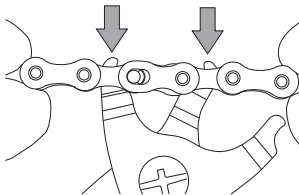

Fig.10
- Insérez l'outil d'ouverture de faux maillon avec des dents d'une épaisseur inférieure à 1,8 mm dans les maillons internes adjacents au C-Link™ (Fig. 10).